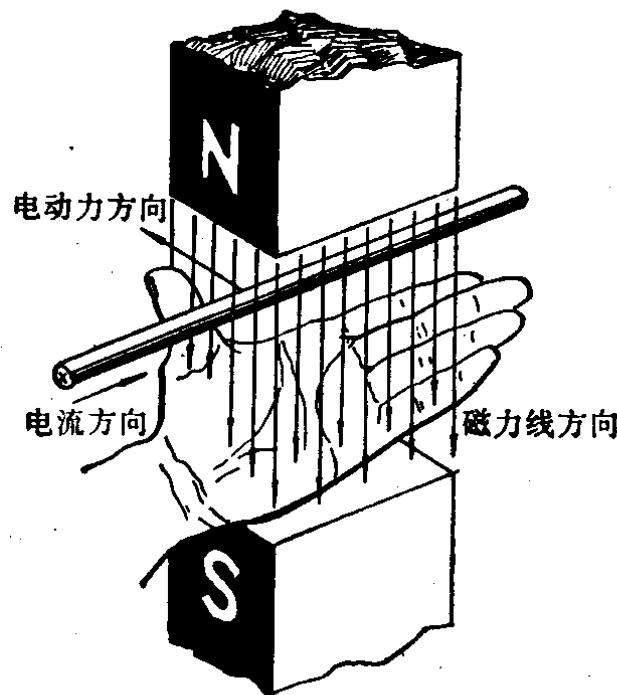

图5 电动机左手定则
(9) 感应电势——由于导体所在的磁场大小或方向发生变化或是磁场与导体之间作相对运动而产生的电动势叫做感应电势，这种现象叫做电磁感应。
(10) 电动机左手定则——把一根通有电流的导线放在磁场内，导线会受到力的作用。导线受力后运动的方向用电动机左手定则确定(图5)。平伸左手，使手掌向着磁力线，四指表示电流的方向，平伸的拇指则表示导线受力后的运动方向。